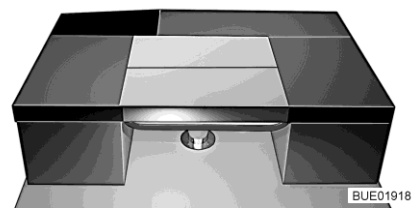

Fig. 164 Después de la transformación
- Colocar el cojín del respaldo del banco en la mesa de modo transversal (véase Fig. 164).